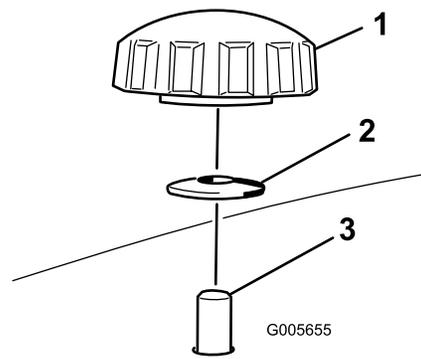

Figure 2
2. Montez le déflexeur gauche sur le plateau et fixez les goujons sur le déflexeur par le haut du plateau de coupe au moyen de 2 boutons et rondelles bombées (côté bombé face au plateau de coupe), comme illustré aux Figure 1 et Figure 2.
- Insérez le déflecteur droit par l'ouverture d'éjection et fixez-le en place avec 2 boutons et rondelles bombées (côté bombé face au plateau de coupe) comme illustré aux Figure 1 et Figure 2.